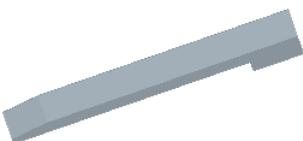

图 19.22 着色后的镶块体积块
(1) 单击**视图**功能选项卡**可见性**区域中的“着色”按钮.
(2) 系统自动将刚创建的镶块体积块 INSERT_01 着色, 着色后的镶块体积块如图 19.22 所示。
(3) 在**CntVolSel (继续体积块选取)**菜单中选择**Done/Return (完成/返回)**命令。